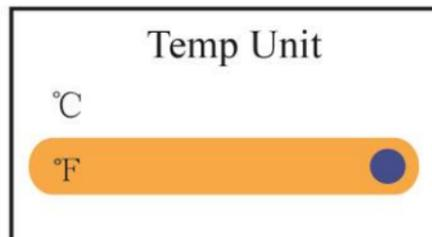

Figura 4.10I Impostazione unità TEMP
- Factory Default (Impostazioni di fabbrica): Per accedere alle impostazioni di fabbrica predefinite, come mostrato nella figura 4.10I.